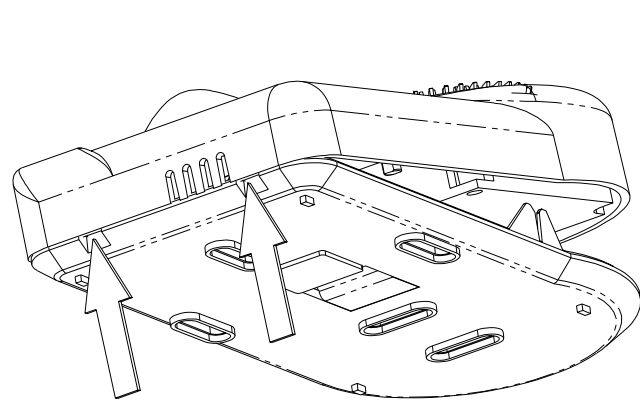

FIG. 6
- Insertar la tapa, inclinada de 45°, hacia la derecha, ver Fig. 6, para que los dientes, indicados por las flechas, encajen perfectamente a la base.